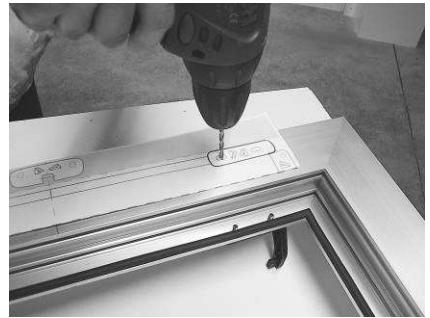

Figure 4
- D. Percer le bâti aux points indiqués sur le gabarit (Fig. 4).